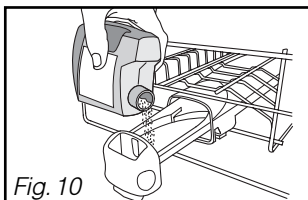

Fig. 10
• Les poudres ou les liquides dans le tiroir du distributeur (Fig 10)